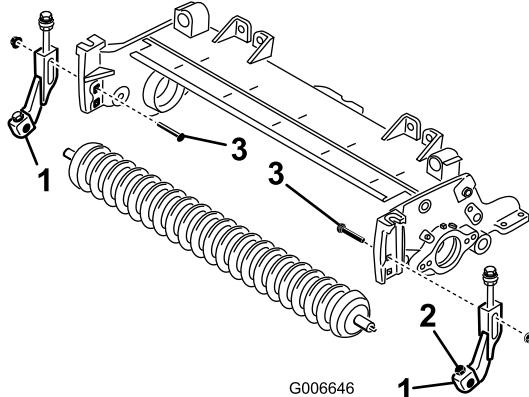

Figura 20
18. Centre el rodillo entre los soportes y sujételo a los soportes con los tornillos de caperuza y las contratuerzas (Figura 20).